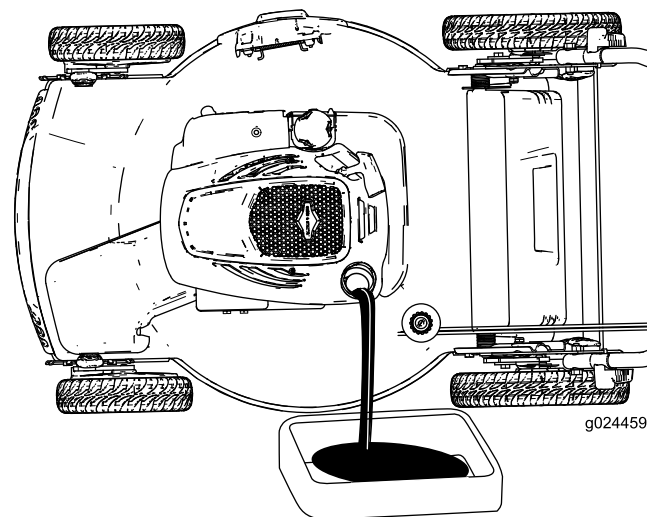
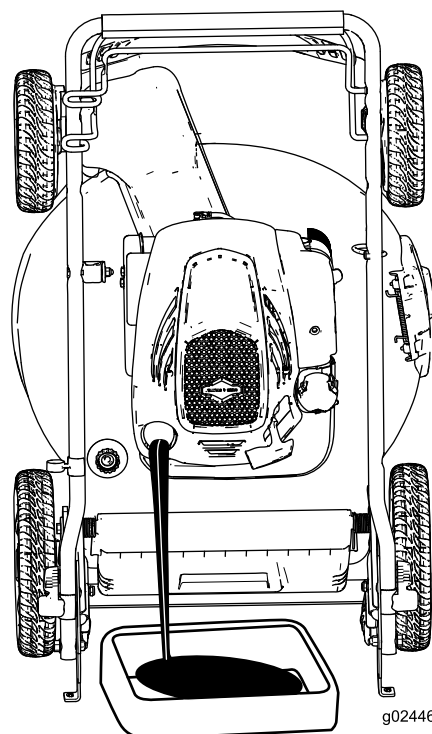

Figura 23
Figura 24
4. Coloque la máquina de lado con la varilla de aceite hacia abajo (Figura 23) o ponga la máquina en la posición de almacenamiento vertical (Figura 24; consulte Almacenamiento de la máquina en la posición vertical \(página 12\)) para drenar el aceite usado a través del tubo de llenado de aceite.